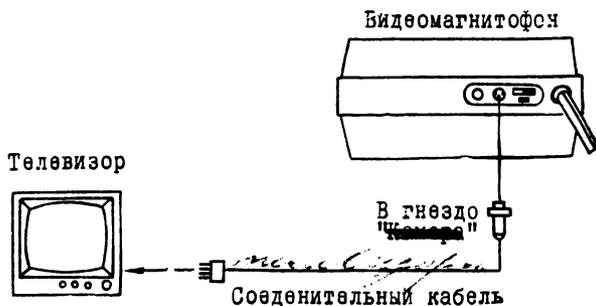

Рис. 7.
- подсоединить телевизор к видеомэагнитофону с помощью соединительного кабеля (рис. 7);